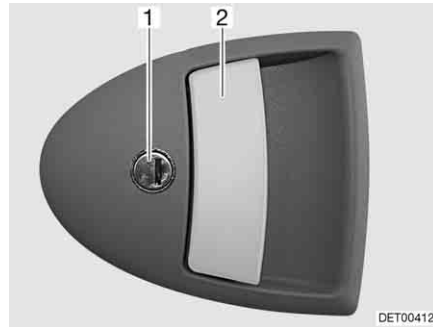

Fig. 31 Serrure de la porte cellule, à l'extérieur
- Insérer la clé dans le barillet (Fig. 31,1) et la tourner jusqu'à ce que la serrure de la porte soit déverrouillée.
- Tirer sur la poignée de la porte (Fig. 31,2). La porte est ouverte.
- Insérer la clé dans le barillet (Fig. 31,1) et la tourner jusqu'à ce que la serrure de la porte soit verrouillée.